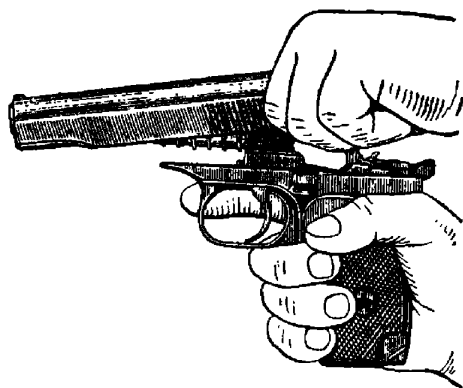

Рис. 7. Введение свободного конца возвратной пружины в канал затвора
2. Присоединить затвор к рамке. Удерживая рамку за рукоятку в правой руке, а затвор в левой, ввести свободный конец возвратной пружины в канал затвора (рис. 7) и отвести затвор